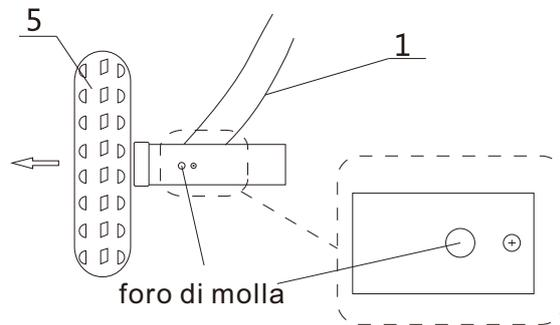

Figura. 2
2. Per smontare le ruote posteriori, usare uno strumento snello e piccolo di pressare la molla di tensione nel foro del tubo di asse posteriore (figura 2)